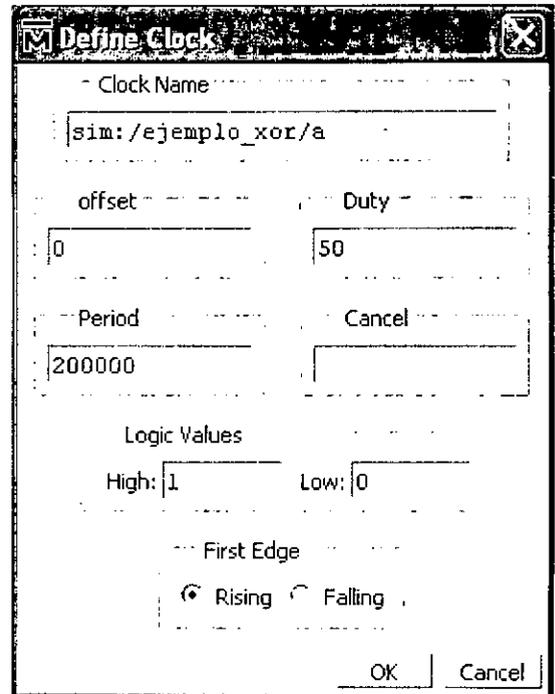

Fig. 28. Características del reloj.
6. En la ventana emergente, ingrese el período de la señal de reloj, para este caso 200 ns, como se muestra en la Fig. 28. Luego haga clic en OK.